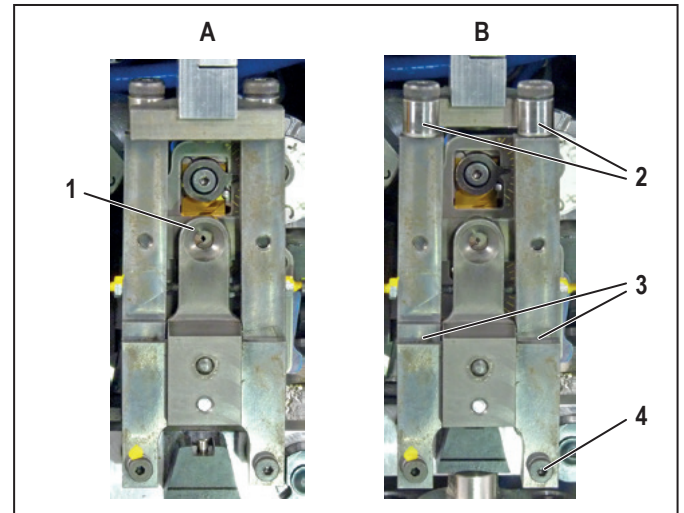

Bild 7.3 Litzenfixiereinheit in Betriebsposition (A) und nach vorn gezogen (B)
- ▶ Ziehen Sie die Litzenfixiereinheit nach vorn (Bild 7.3, B).
- ▶ Prüfen Sie, ob die Laufrollen (2) leichtgängig sind. Bei Bedarf ölen Sie die Drehpunkte der Laufrollen.
- ▶ Ölen Sie die Drehpunkte (3) der Litzenfixiereinheit.
- Stellen Sie sicher, dass sich die Litzenfixiereinheit in der vorderen Position befindet (Bild 7.3, B).
- Entfernen Sie die rechte untere Schraube der Litzenfixiereinheit (Bild 7.3, 4).